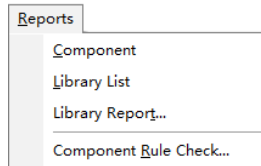

图 18-9 Reports 菜单
3) Reports 菜单: 如图 18-9 所示, 该菜单用来生成各种报告, 如元件信息报告、元件库中的元件列表报告、库报告以及元件规则检查报告。